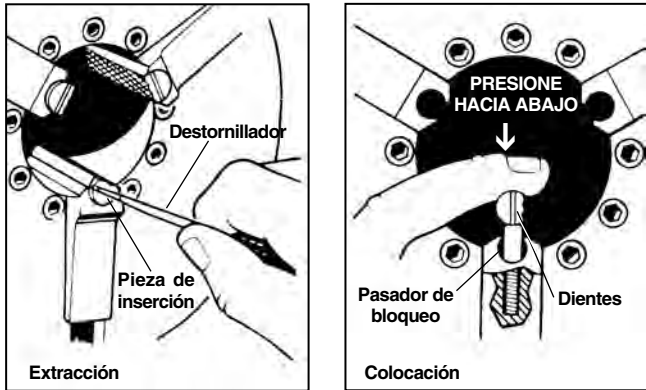

Figura 30 – Cambio de las piezas de inserción de la mordaza
1. Coloque un destornillador en la ranura de la pieza y gire 90 grados a izquierda o a derecha. Quite la pieza de inserción (Figura 30).
- Coloque la pieza de inserción de lado sobre el pasador de bloqueo y presione hacia abajo a fondo (Figura 30).